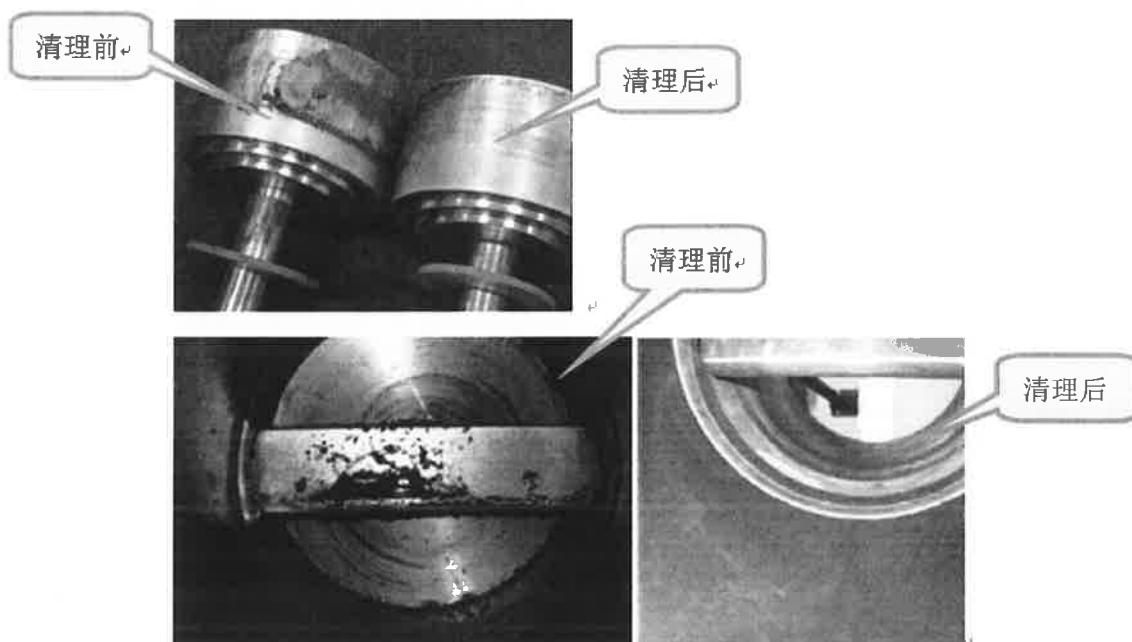

图 6-7
- a. 用沾油（机油牌号：**Shell Omala S2G220**）抹布清洁衔铁表面和壳体内部，再用干净的抹布擦一遍，见图 6-7。